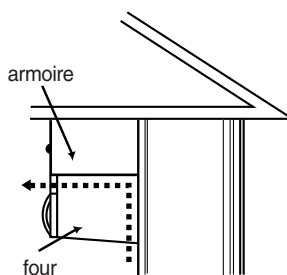

Figure 7
- **Évacuation dans la pièce** Si le four est posé sur une cloison intérieure, comme l'illustre la figure 7.